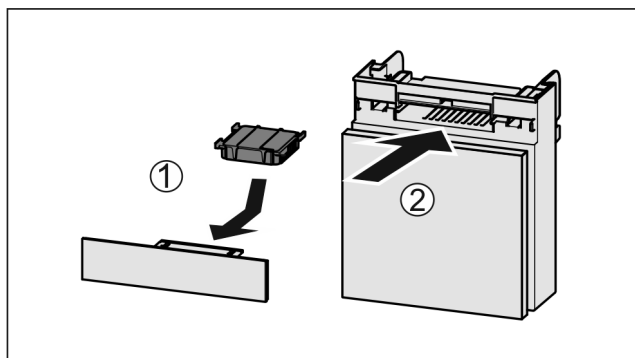

Fig. 135
- ▶ Aktivkohlefilter nach Abbildung einsetzen Fig. 135 (1).
- ▶ Fach einschieben Fig. 135 (2).